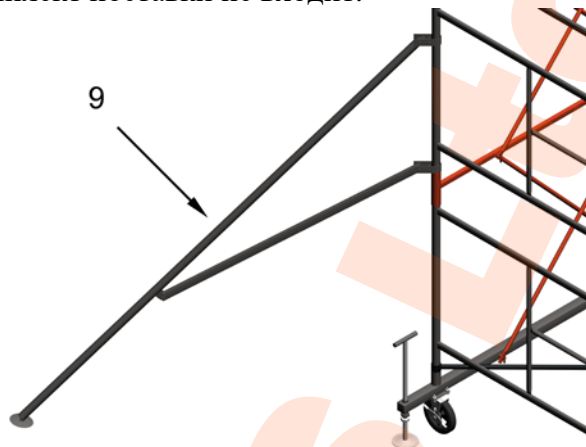

Рис.4
4.1. При сборке вышки высотой от 6.3 метра (4 секции включительно), для дополнительной устойчивости, у основания при необходимости закрепить стабилизаторы\*(9) (рис.4).